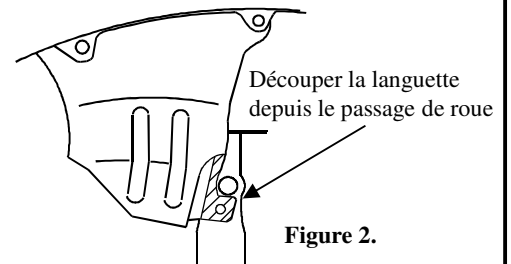
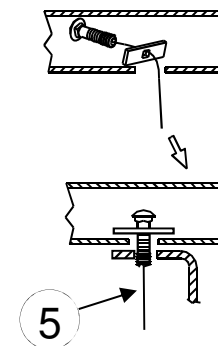

Figure 2.
Figure 3.
①	Qty. (4)	Carriage Bolt 7/16-14 x 1.50 GR5	④	Qty. (4)	Hex Nut 7/16-14
②	Qty. (4)	Spacer 3/16" x 1 x 2	⑤	Qty. (4)	Pull wire, 7/16
③	Qty. (4)	Conical Toothed Washer 7/16"
- Remove the retainer holding the wheel well tab to bottom of frame rail on driver's side. Trim wheel well tab so that the hitch side bracket will sit flush against the bottom of frame rail. See figure 2.
- Cut a key hole notch in the rearmost hole in frame, both sides, so that the 1" wide spacer (item 2) will fit inside the frame rail.
- For the rearmost hole, fishwire the carriage bolts and spacer blocks into the rear hole and back down through hole. See figure 3.
①	Qté (4)	Boulon de serrure 7/16-14 x 1.50 GR5	④	Qté (4)	Écrou hexagonal 7/16-14
②	Qté (4)	Espaceur 3/16" x 1 x 2	⑤	Qté (4)	Fil de tirage, 7/16
③	Qté (4)	Rondelle conique dentée 7/16"
1. Enlever la pièce de retenue qui retient la plaquette du passage de roue dans le bas du longeron côté conducteur. Découper la plaquette du passage de roue de façon à ce que le support latéral d'attelage puisse s'appuyer parfaitement contre le bas du longeron. Voir la figure 2.
4. Pour les trous les plus à l'arrière, faire passer les boulons de carrosserie et les blocs-espaceurs dans le trou arrière, puis plus vers l'arrière et le bas à travers le trou. Voir la figure 3.